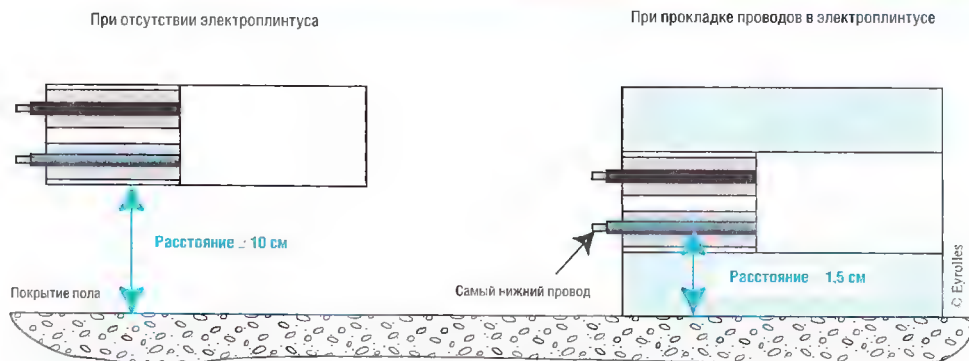

Рис. 63. Условия прокладки проводов в электроканалах
- в случае установки электропроводки в электроплинтусе самый нижний провод должен находиться от покрытия пола на расстоянии как минимум 1,5 см (рис. 63). Изоляционный короб может быть установлен как электроплинтус, если он имеет индекс защиты не менее IK 07;